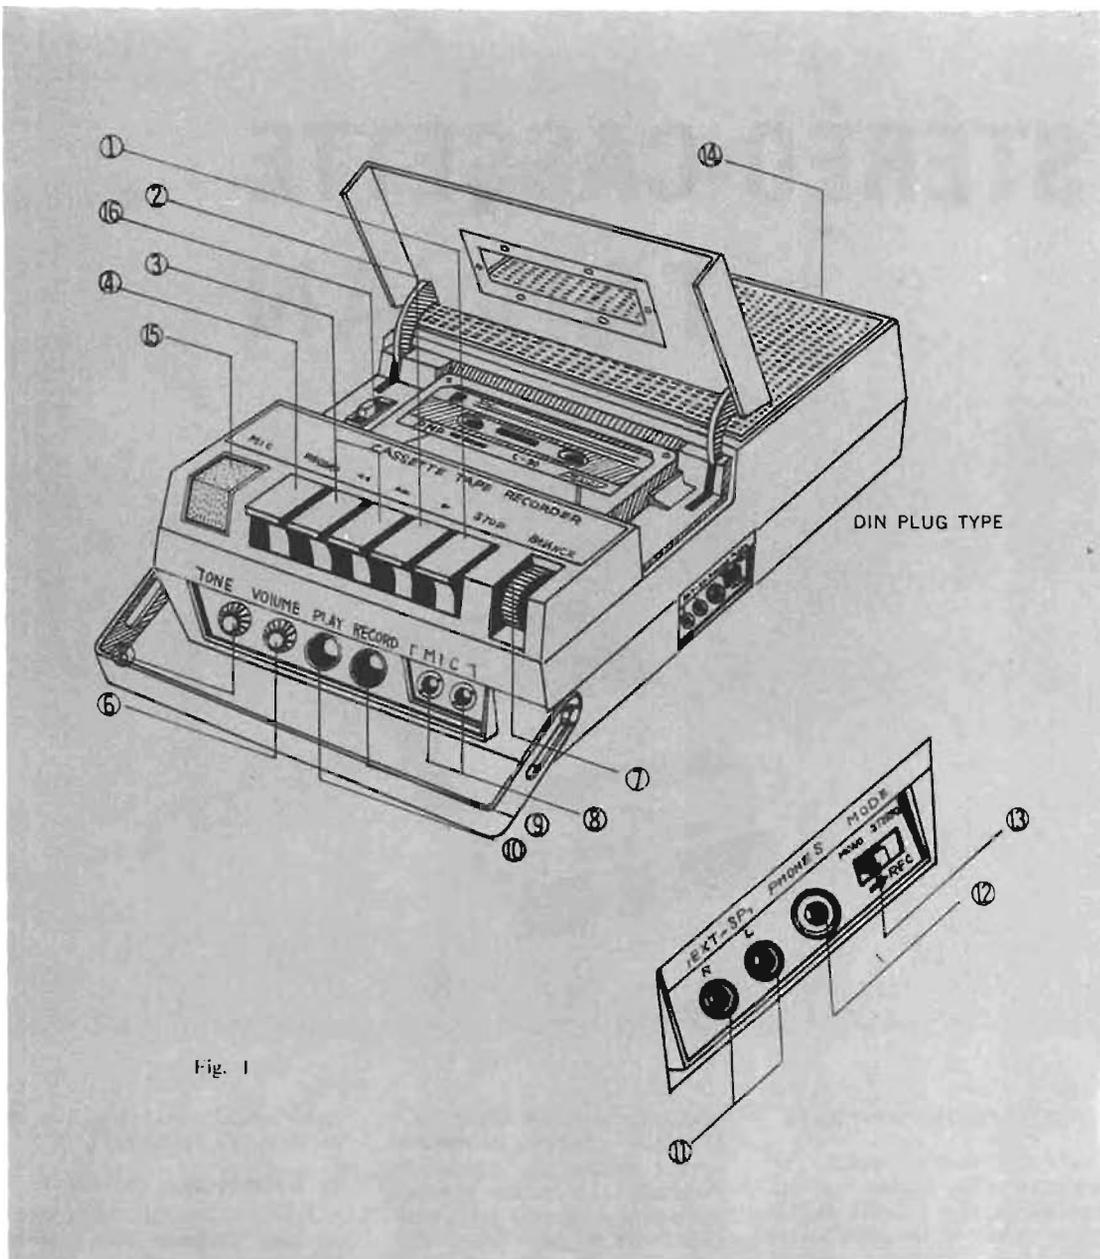

Fig. 1
**Cellule** type céramique CDS 650 (voir courbe Fig. 1).
L'Audio - stéréo - cassette se compose d'un élément central, magnétophone à cassette de très bonne qualité et de deux baffles miniaturisés. L'élément central, comme on le voit sur la figure 1, possède l'aspect et les dimensions d'un appareil à cassettes ordinaire portatif. Il comporte un micro-phonie à condensateur incorporé, ce qui, sur le plan technique, augmente le niveau des perfectionnements.